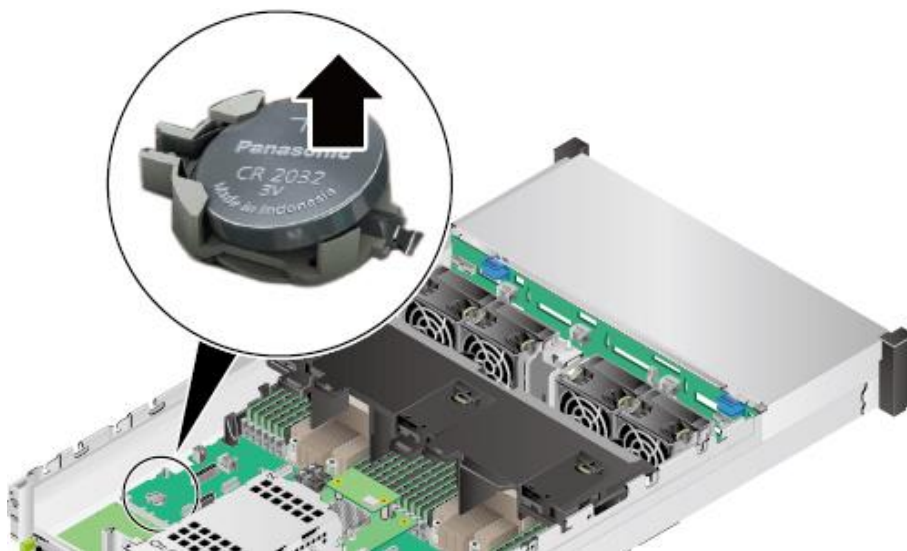

图 8-1 拆卸电池
6. 用螺丝刀将电池方向的右端轻轻向上先撬起，拔出电池的一角，再将整个电池取出，如图 8-1 所示。